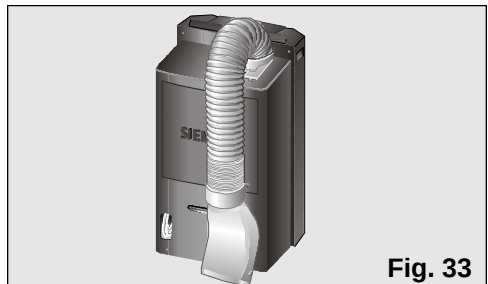

Fig. 33
- ❑ Para isso dobra-se o tubo para a parte traseira do equipamento, prendendo-o na fixação do difusor, Fig. 33 e 34.